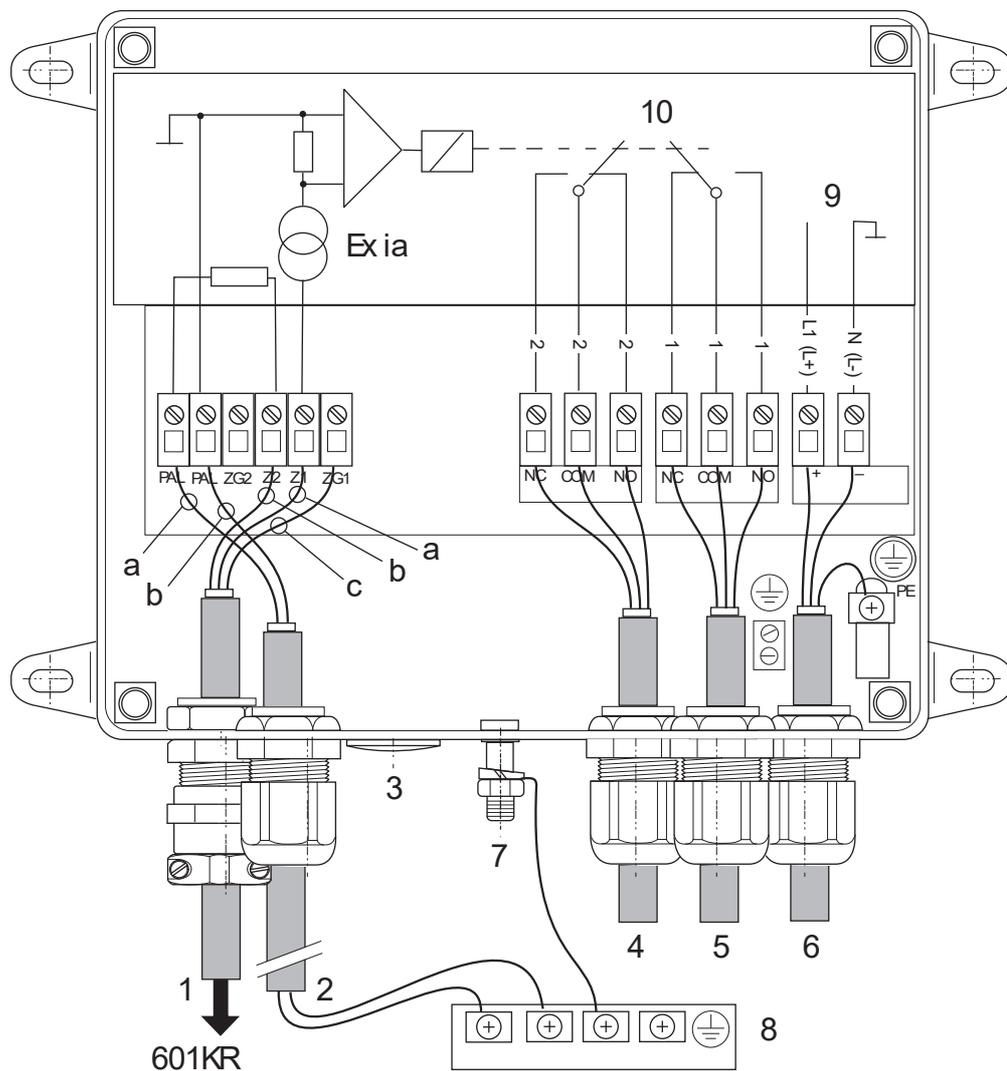
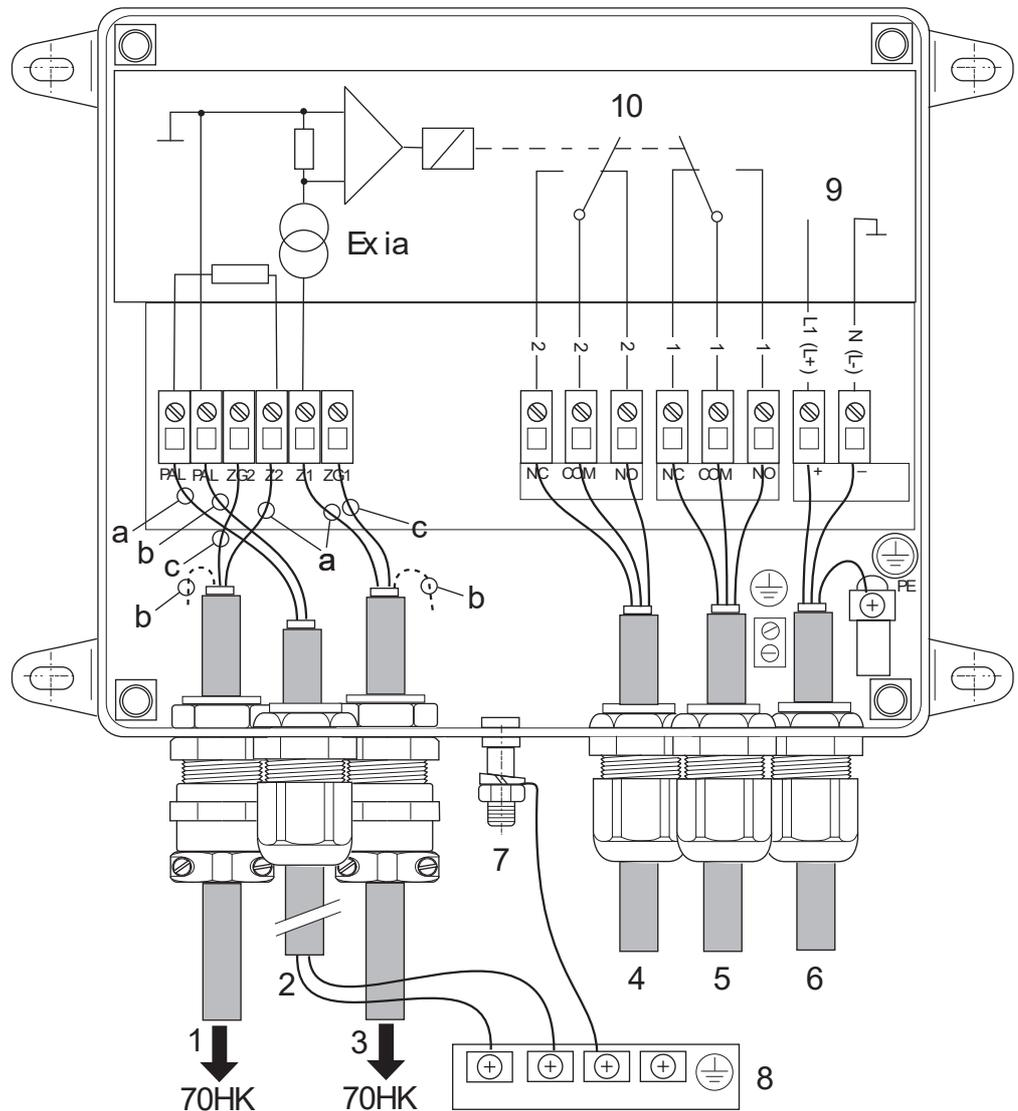

Abb. 4:
Abb. 5:
- Das Gerät muss über den externen Erdanschluss (7, Abb. 4 / Abb. 5) mit dem Potentialausgleich verbunden werden! Zusätzlich muss die Erdklemme im Innern des Gehäuses an einen Schutzleiter oder an einen Potentialausgleichsleiter angeschlossen werden (siehe Kapitel 3.1.3 "Elektrischer Anschluss", Seite 14).
Für die Montagearbeiten in explosionsgefährdeten Bereichen muss sichergestellt sein, dass keine explosionsfähige Atmosphäre existiert! Das Gerät muss über den externen Erdanschluss (7, Abb. 4 / Abb. 5) mit dem Potentialausgleich verbunden werden! Zusätzlich muss die Erdklemme im Innern des Gehäuses an einen Schutzleiter oder an einen Potentialausgleichsleiter angeschlossen werden.
Auf der rechten Seite sind die nicht eigensicheren Anschlussklemmen für die Versorgungsspannung und die Meldekontakte (siehe Abb. 4 / Abb. 5).
- Kabel einführen und gemäß Abb. 4 / Abb. 5 anschließen.
Das Anschlusskabel des Erdkontaktgebers wird über die Kabelverschraubung mit Knickschutz (1, Abb. 4 / Abb. 5) zugeführt. Geräte für die BIG-BAG-Erdung verfügen über zwei Kontaktgeber und die zweite Zuleitung wird über eine zusätzliche Kabelverschraubung mit Knickschutz (3, Abb. 5) zugeführt.
Ein zweiadriges Kabel zur Verbindung des Erdungskreises mit der Potentialausgleichsleitung PAL wird über die Kabeleinführung (2, Abb. 4 / Abb. 5) in den Anschlussklemmenraum hineingeführt. Durch die doppelte Führung wird sichergestellt, dass auch Unterbrechungen zur Potentialausgleichsleitung PAL erkannt werden.
Die beiden PAL-Leitungen gehören zu dem eigensicheren Stromkreis; siehe Kabeleingang 2, Abb. 4 / Abb. 5. Die Klemmen auf der Terrabox TCB030 sind auch als eigensichere Klemmen (blau) gekennzeichnet. Es handelt sich **nicht** um Schutzerde-Verbindungen, die Leitungen dürfen **nicht** grün/gelb bzw. gelb ausgeführt werden. Die PAL-Verbindung kann mit einer 2-adrigen Mantelleitung erfolgen, wobei die Adernfarben nicht vorgeschrieben sind, d.h. alle Farben außer grün/gelb bzw. gelb sind zulässig.
Die Kabel der Meldeleitungen werden über die Kabeleingänge (4 und 5, Abb. 4/Abb. 5), das Kabel der Versorgungsspannung über den Kabeleingang (6, Abb. 4 / Abb. 5) zugeführt.
Bei Auslieferung sind die Einführungen (2, 4, 5, Abb. 4 / Abb. 5) verschlossen. Nicht verwendete Einführungen müssen verschlossen bleiben.